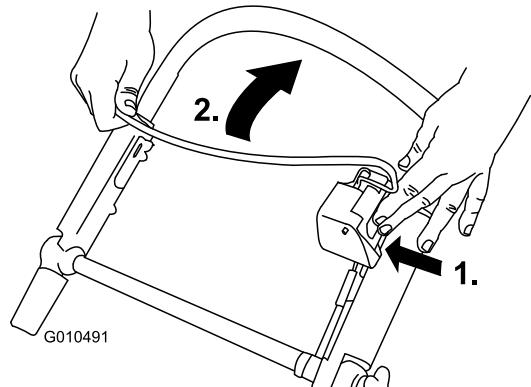

Figura 22
- Pulse el botón de control de la cuchilla y tire de la barra de control de la cuchilla hacia el manillar (Figura 22).